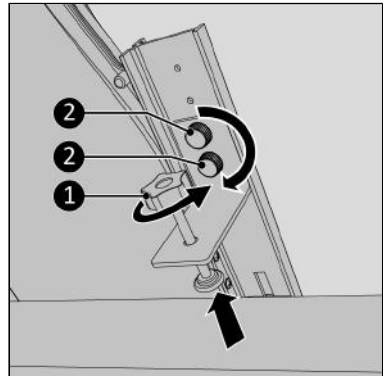

Abbildung 152.
11. Schrauben Sie die Klemmschraube vollständig zurück (Abbildung 152, Pos. 1) . Sollte kein Platz zur Befestigung der Klemmhalterung vorhanden sein, kann diese auch weggelassen werden. Stellen Sie dann das Fenster, wenn möglich, gesichert, in die angelehnte Position.
13. Schrauben Sie die Klemmhalterung mit den beiden Knopfschrauben (Abbildung 152, Pos. 2) an der Hauptschiene fest.